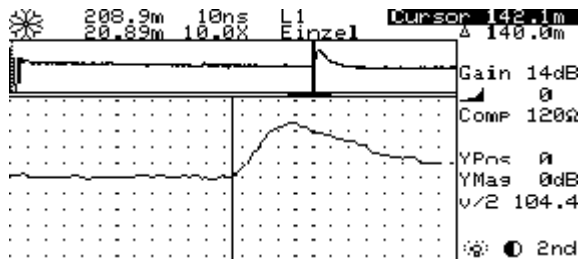

Fig 5 Feil som forårsaker positiv refleksjon
- (1) Åpen krets: Åpen krets betyr at en eller begge ledere i et par har brudd eller at de er frakoblet. Dette vil forårsake en positiv refleksjon på ekkogrammet, se Fig 5.